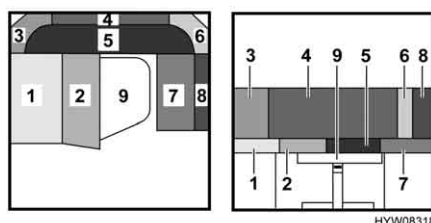

Fig. 52 Durante la trasformazione
- Collocare il cuscino dello schienale (Fig. 52,1) sulla parete esterna. Rispettare la forma cuneiforme.
- Sistemare il cuscino del divano (Fig. 52,2) sul cuscino dello schienale ribaltato. Rispettare la forma cuneiforme.